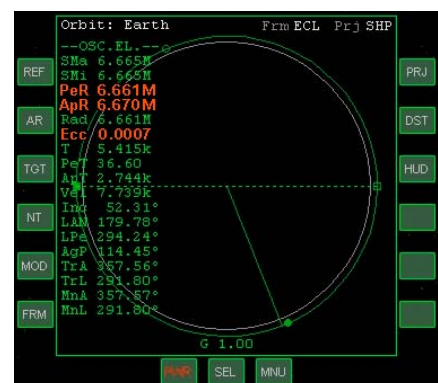

Figure 12
- Maintenant, allumez vos moteurs (ou réacteurs) principaux pour une insertion finale en orbite. Les deux paramètres à regarder sont l'**excentricité** de l'orbite **Ecc** et la distance (**rayon**) du périégée **PeR**. La valeur de l'excentricité doit diminuer, indiquant que l'orbite se circularise de plus en plus, alors que la distance du *périégée* approche celle de l'*apogée*. Une fois que l'excentricité atteint une valeur minimum (presque nulle), coupez les moteurs. (voir fig.12).